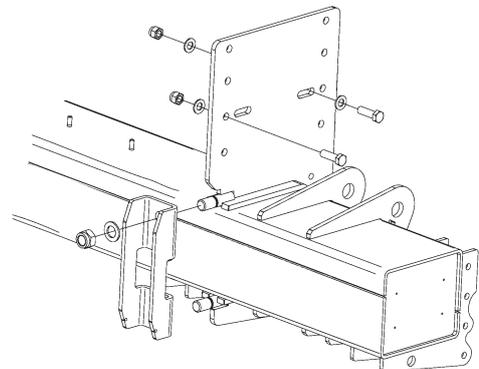

Figura 27. Montar el perfil en U con las tuercas y arandelas correspondientes
8. Montar el perfil en U con las tuercas y arandelas correspondientes, sin apretar. Apretar las tuercas alternativamente hasta que el perfil en U quede recto contra la estructura, véase Figura 27.